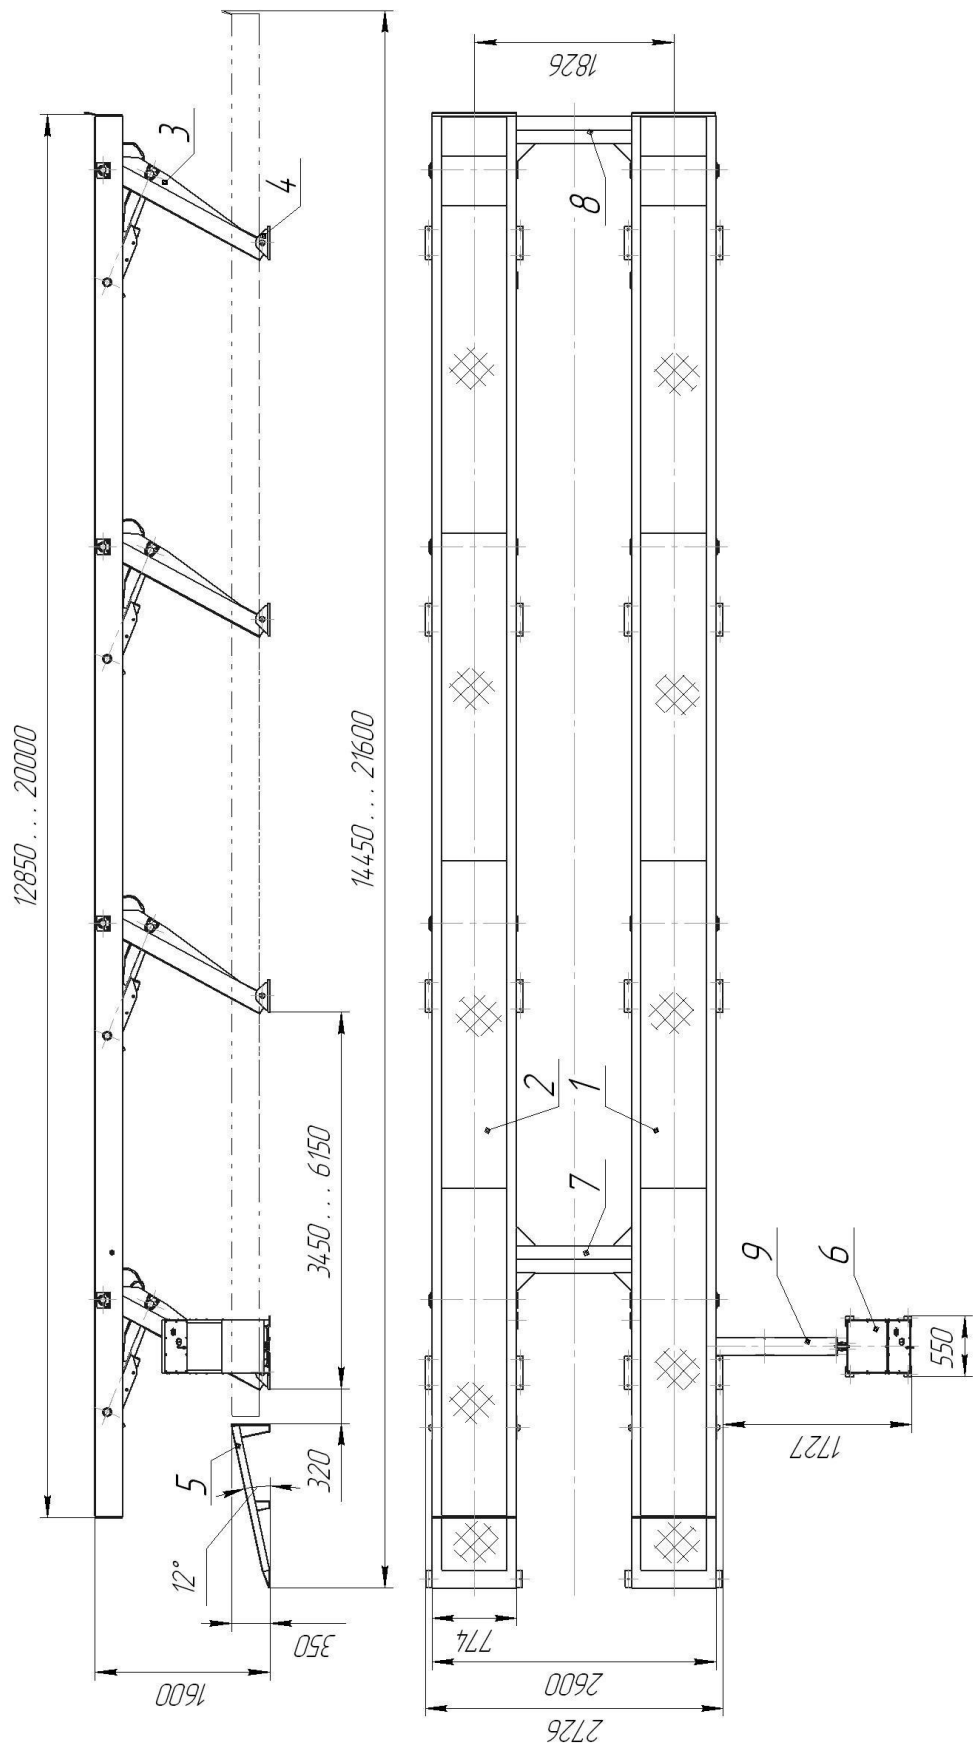

Рис.1 Общий вид платформы подъемной 48Г272М1
Платформа (рис.1) представляет собой стационарный подъёмник, состоящий из основной части в виде шарнирного 4-х звенника с электрогидравлическим приводом.
5.1 Правую и левую половины платформы (поз. 1 и 2, рис.1) установить на временные подставки (подкладки), высота которых обеспечит доступ для монтажа поперечин (поз. 7 и 8).
5.9 Внутри поперечины (поз. 7 рис. 1) смонтировать поперечные трубопроводы и соединить дренажные трубки.
5.12 Присоединить к пульта управления короб с трубами (рис. 1 поз. 9) и закрепить его анкерами-шпильками Hilti HST M8x75/10.
5.18 Установите в проектное положение скаты (рис. 1. поз. 5). Расстояние от верхней кромки ската до края платформы в опущенном состоянии 70 мм. Закрепите скаты анкерами-шпильками Hilti HST M12x115/20.